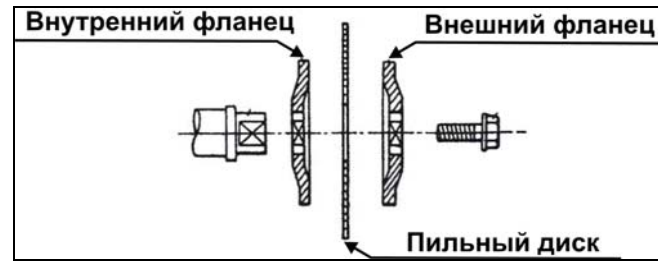
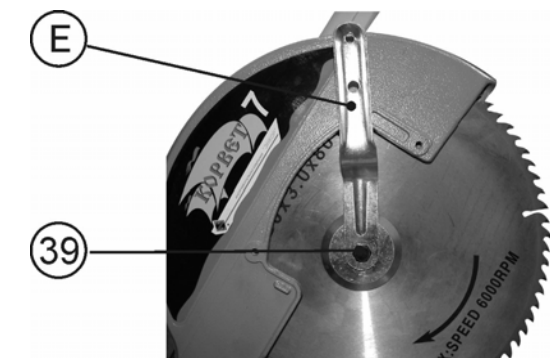

Рис. 13
Рис. 12
14.2.1. Установите пильный диск в соответствии с последовательностью, указанной Рис.13 так, чтобы зубья пильного диска были направлены вниз в передней части пилы, Рис.2. Затяните болт крепления (39), Рис.12, вращением против часовой стрелки, придерживая в нажатом положении кнопку фиксации (34) пильного диска (30), Рис. 8.
14.1.3. Нажмите на кнопку фиксации пильного диска (34), Рис.8. Используя входящий в комплект к пиле ключ (E), Рис.1, отверните болт крепления пильного диска (39), Рис.12, поворачивая его по часовой стрелке (при этом, пильный диск не должен вращаться). Снимите внешний фланец и пильный диск, Рис.13.